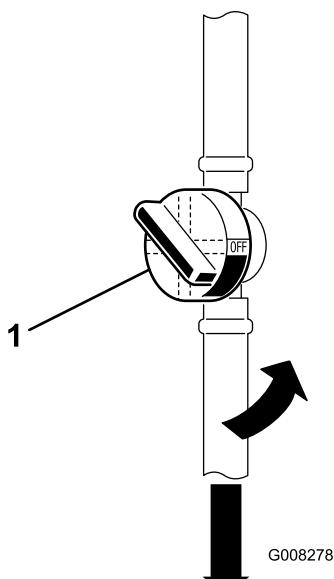

Figura 27
6. Cierre la válvula de cierre de combustible (Figura 27).
7. Apriete los extremos de las abrazaderas y deslícelas por el tubo alejándolas del filtro de combustible usado (Figura 27).